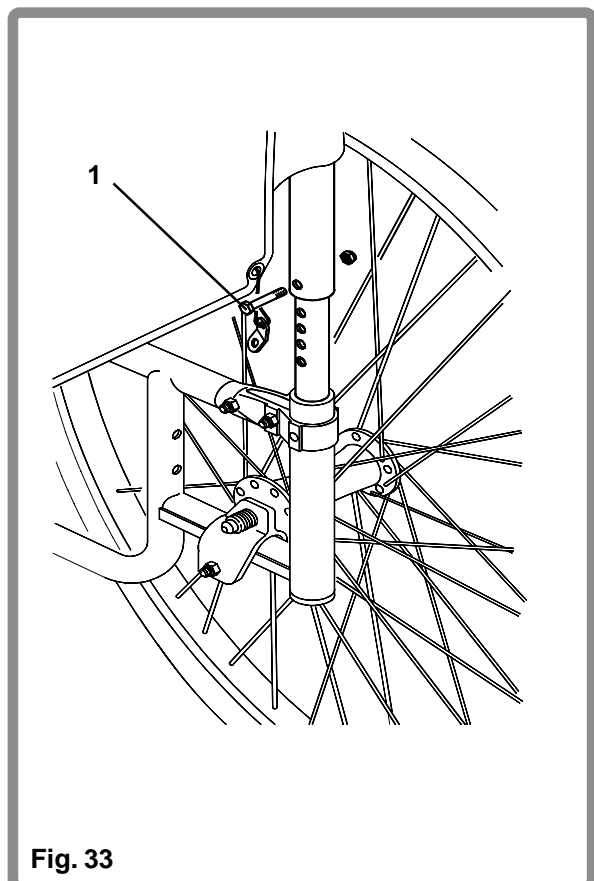

Fig. 33
U stelt de hoogte van de rug in door de bout (1) met behulp van een 10mm steeksleutel te verwijderen en de gewenste hoogte te kiezen (Fig. 33).